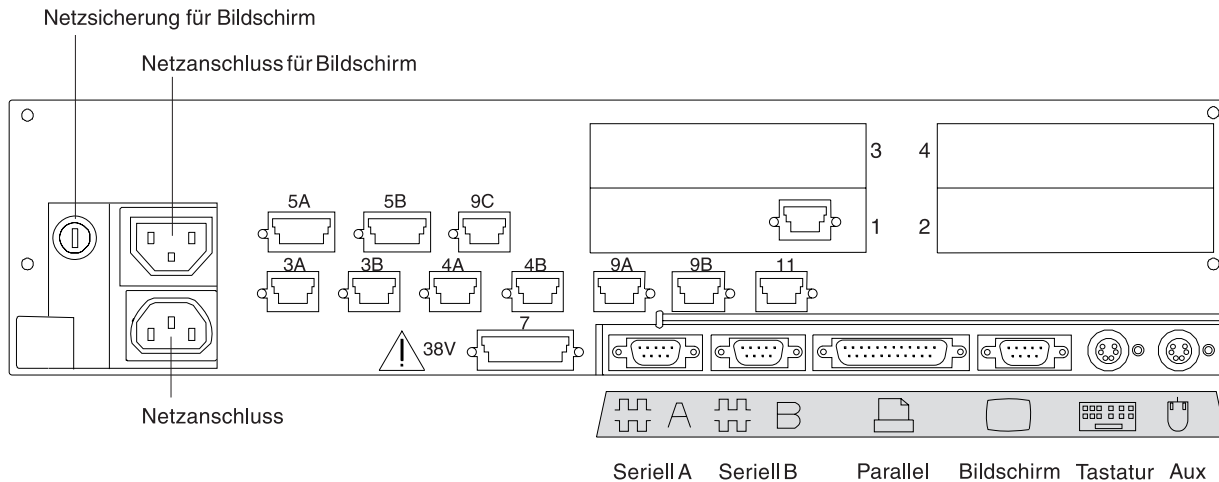

Abbildung 79. Rückseite der Kombination Handelscomputer/Datenkasse IBM 4693-5x1 oder IBM 4693-7x1
7. In Abb. 79 auf Seite 288 die Buchsen, an die die Kasseneinheiten angeschlossen werden sollen, durch ein X kennzeichnen.